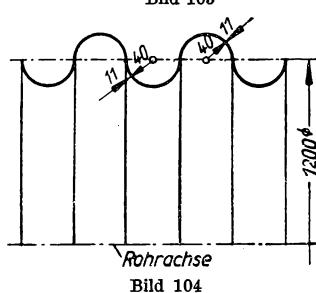

Bild 104
- 244.** Das Wellblechflammmrohr (Bild 104) eines Dampfkessels hat die gegebenen Wellenmaße und 1200 mm mittleren Rohrdurchmesser. Wie groß ist für 9 m gesamte Rohrlänge a) die Heizfläche, d. h. die äußere Oberfläche des Rohres? b) das Gewicht des Rohres? Die Wichte von Stahl ist $7,85 \text{ kg/dm}^3$.